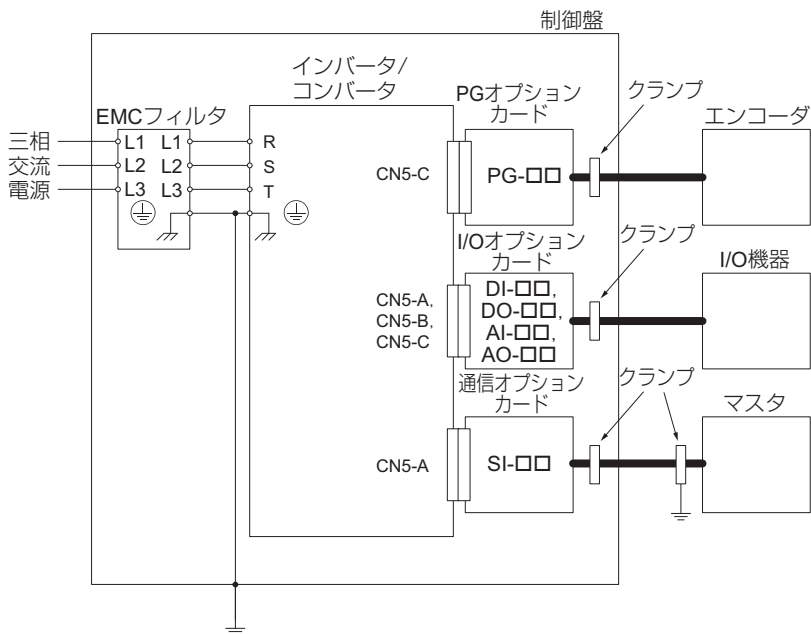

図 22 オプションカードの設置方法
2. 配線はできるだけ短くする。なお、図 22 に従ってシールドを接地してください。